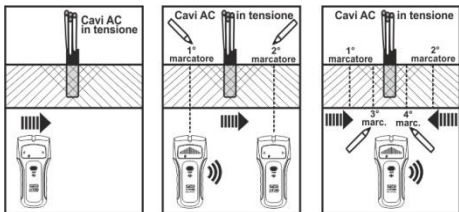

Fig. 4: Escaneo de búsqueda de cable con tensión CA
4. Empuñe el instrumento por la parte inferior y muévelo lentamente sobre la superficie de izquierda a derecha (ver la Fig.4 – parte izquierda)
5. Cuando la barra gráfica central se muestra en el visualizador (ver la Fig. 4 – parte central) el instrumento emite un sonido continuo. Detenga el instrumento y marque el borde inicial del objeto sobre la superficie (1° marcador)
6. Siga moviendo lentamente el instrumento hacia la izquierda hasta que la barra gráfica no se muestre y no se emita ningún sonido (vea la Fig. 4 – parte central)
7. Detenga el instrumento y marque el 2° marcador sobre la superficie (vea la Fig. 4 – parte central)
10. Marque la superficie con el 3° marcador y el 4° marcador (vea la Fig. 4 – parte derecha)